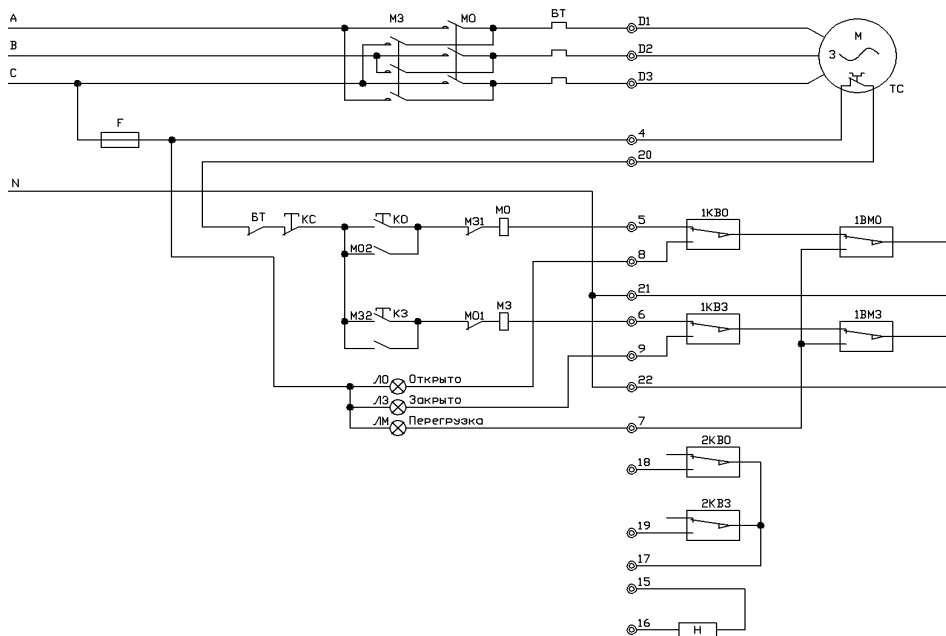

Рис.4 (Б) Электрическая схема управления (обновленная схема)
3. ЭЛЕКТРИЧЕСКАЯ СХЕМА УПРАВЛЕНИЯ (рис.4 (А,Б))